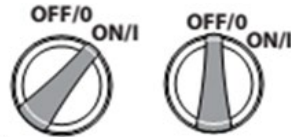

Fig.10
5. Placez l'interrupteur d'alimentation en position "ON" (Fig.10).
2. Placer l'interrupteur en position "OFF" (Fig.10).
2. Tournez le contacteur d'allumage sur la position "OFF". (Fig.10)